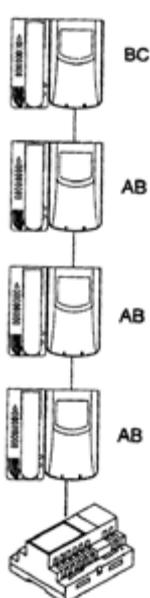

Fig. 1
nas instalações onde existem vários aparelhos (telefones ou videoporteiros) ligados em série. Mudar apenas a ponte do último aparelho para a posição BC e manter as pontes dos outros na posição inicial (AB) (Fig. 1).